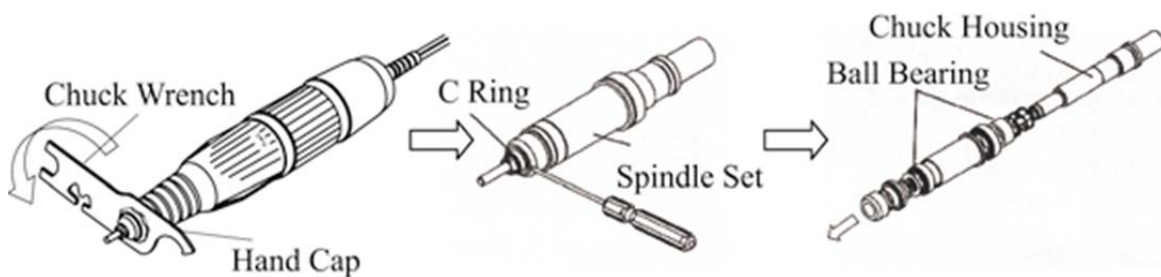

Figura 7
3.5 HS-1/HS-2 Remplazando el cojinete de rodamiento (figura 7)